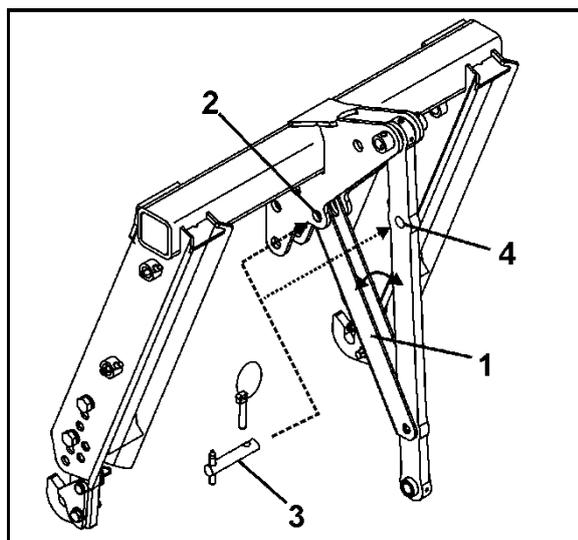

Fig. 43
3. Sicherungsstrebe (Fig. 43/1)
- o in Transportposition (Fig. 43/2) schwenken.
- o in Parkposition (Fig. 43/4) schwenken.
4. Sicherungsstrebe mit Bolzen (Fig. 43/3) abstecken und mit Klappstecker sichern.